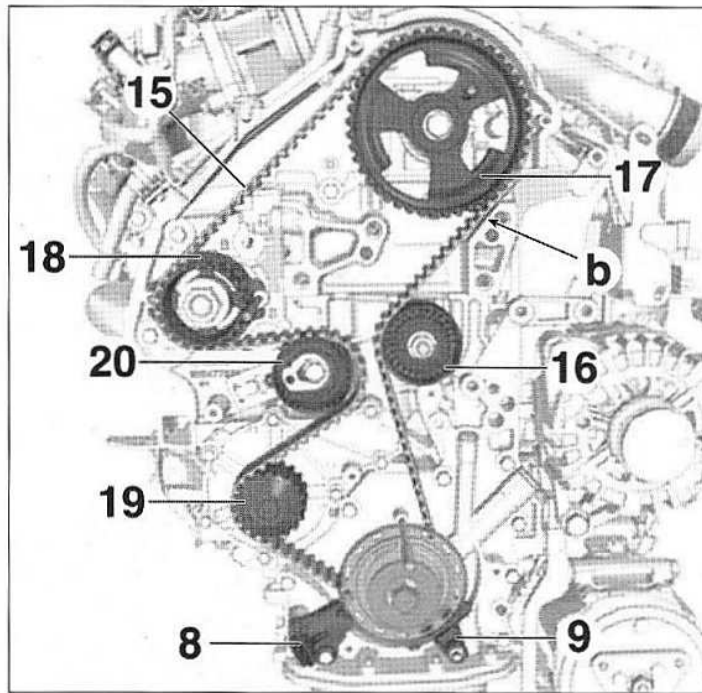

FIG.7
- Vérifier le serrage du galet enrouleur (16) (Fig.7).
- Mettre en place la courroie de distribution (15) sur le pignon de vilebrequin.
- galet enrouleur (16),
- roue dentée d'arbre à cames (17),
- pignon de pompe haute pression (18),
- pignon de pompe à eau (19),
- galet tendeur (20).
- le capteur de position de vilebrequin (8),
- le guide de courroie (9).